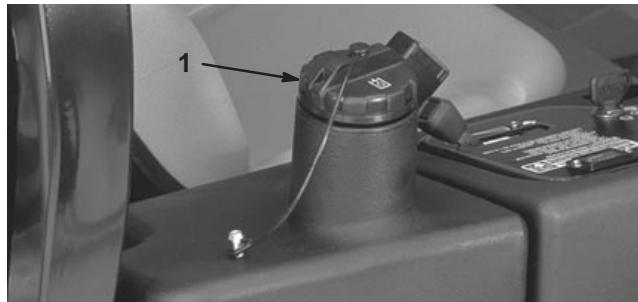

Figure 20
2. Nettoyez la surface autour du goulet et du bouchon de remplissage du réservoir hydraulique (Fig. 20). Retirez le bouchon.